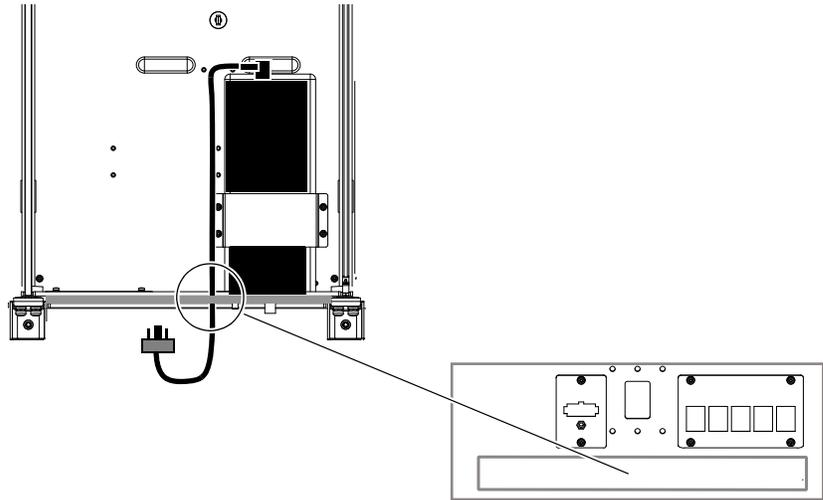

Abbildung 12. Netzkabelende durch die hintere Unterlagsplatte
- 1 Falls noch nicht geschehen, führen Sie das Gleichstromkabel jedes Netzteils durch die Öffnung in der hinteren Unterlagsplatte (siehe Abbildung 12).